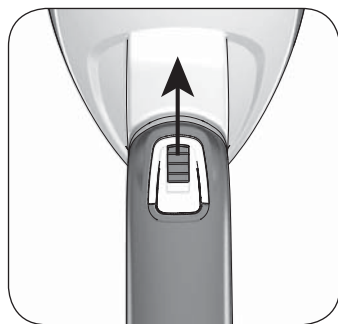
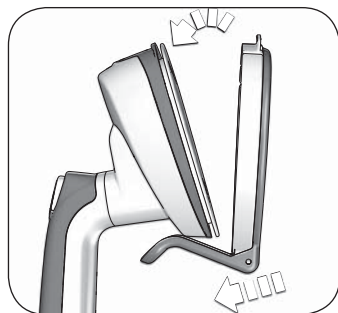

Fig. 13
Fig. 16
2. Tirer sur le vêtement avec la main libre. Poser l'appareil sur les plis du vêtement. Appuyer sur le bouton vapeur (F) puis le relâcher. Déplacer l'appareil de droite à gauche. Déplacer l'appareil du haut vers le bas. Appuyer plusieurs fois de suite sur le bouton vapeur (F).
3. Pour émettre un jet de vapeur continu et constant, déplacer vers le haut le curseur de blocage pour la vapeur continue (Fig. 13).
2. Monter l'accessoire pour les plis. Lorsque l'engagement est correct, un "clac" se produit (Fig. 16).
3. Positionner le vêtement sur un cintre. Tirer sur le vêtement avec la main libre. Appuyer sur le levier de l'accessoire. Introduire le vêtement dans la fente. Appuyer sur le bouton vapeur (F) puis le relâcher. Déplacer l'appareil du haut vers le bas jusqu'à enlever le pli. Appuyer plusieurs fois de suite sur le bouton vapeur (F).
4. Pour émettre un jet de vapeur continu et constant, déplacer vers le haut le curseur de blocage pour la vapeur continue (Fig. 13).